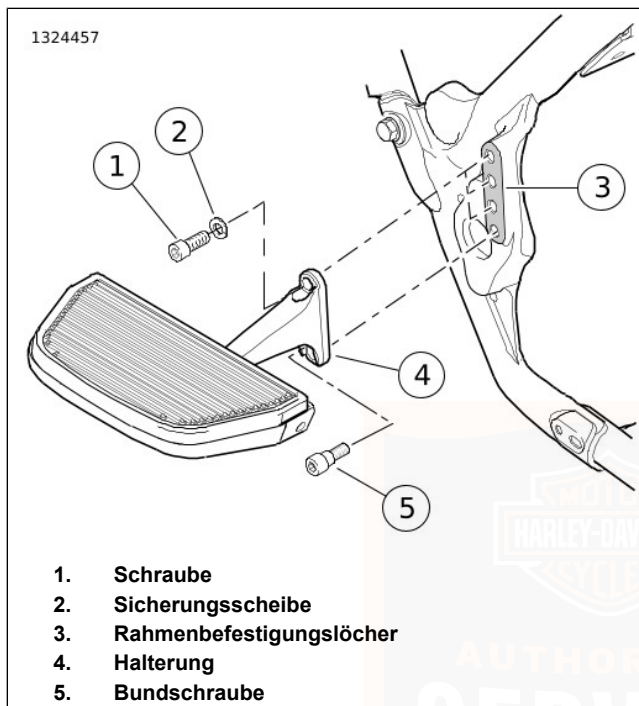
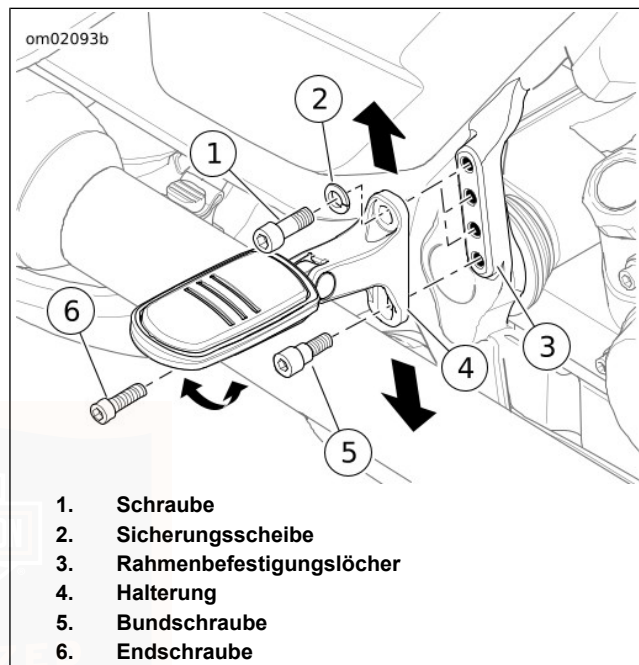

Abbildung 65. Soziustrittbrett
Abbildung 66. Soziusfußraste (typisch)
Siehe Abbildung 65 und Abbildung 66.
1. Siehe Abbildung 66. Die Endschraube (6) entfernen.